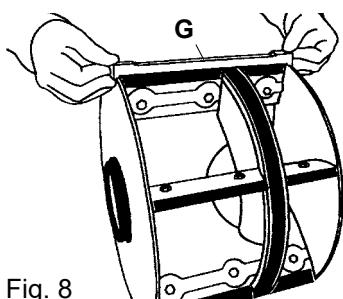

Fig. 8
2. Zamontować nowe łopatki na wirniku. Łopatki montowane są w wzdłużnych otworach w celu regulacji wysokości, zobacz fig. 8. Nie dokręcać śrub w taki sposób, aby łopatki zostały należycie zdeformowane (dokręcać momentem 8 Nm). Zalecane jest użycie specjalnego narzędzia (G) by zapewnić zamontowanie łopatek na właściwej wysokości. Średnica wirnika z łopatkami wynosi Ø395 mm. Stosować wyłącznie oryginalne łopatki firmy Kongskilde.